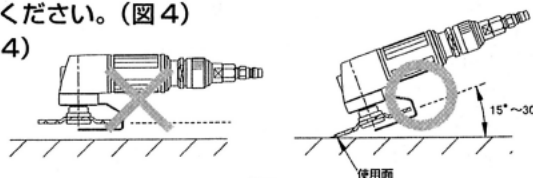

図4
- 常に正しい角度 (15° ~ 30°) で作業してください。(図4)
- 使用面以外では使用しないでください。(図4)